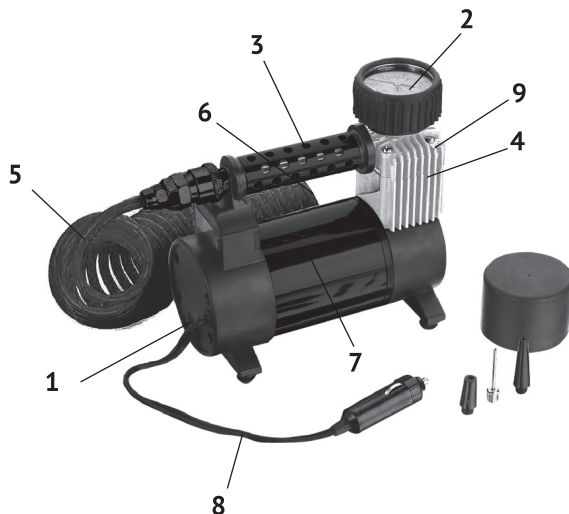

рис.1
Выключатель компрессора (рис.1 поз.1), имеет два фиксированных положения «I» - включено и «0» - выключено.
1.6 Общий вид компрессора представлен на рис.1
1.7 Коллекторный двигатель постоянного тока с редуктором расположен горизонтально в металлическом корпусе (рис.1 поз.7). Вращательный момент с якоря электродвигателя шатуном преобразуется в возвратно-поступательное движение поршня. Цилиндр с клапанной коробкой расположены вертикально. На корпусе двигателя закреплён блок цилиндра (рис.1 поз.4). На корпусе блока цилиндра закреплена головка блока (рис.1 поз.9) с выпускным клапаном, выполняющая также функцию отвода тепла от цилиндра во время работы.
По манометру (рис.1 поз.2) осуществляется постоянный контроль давления в шине.
На выходной штуцер (рис.1 поз.6) воздушного шланга (рис.1 поз.5) накручивается одна из 3-х универсальных насадок для подкачки (накачивания) шин (мячей, лодок, игрушек). Кабель питания (рис.1 поз.8) подключается к прикуривателю автомобиля.
- надёжность соединения корпуса двигателя и редуктора с основанием (рис.1 поз.2), отсутствие их повреждений, надёжность всех соединений;